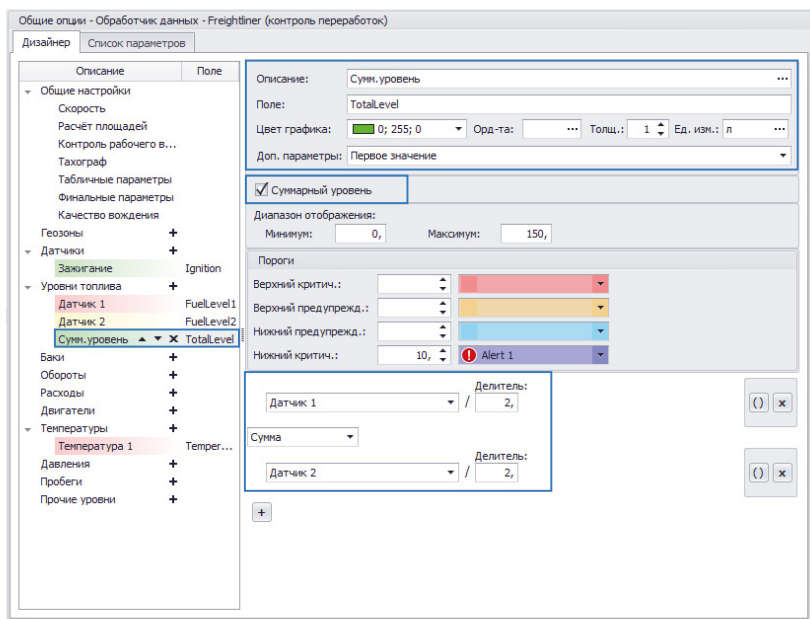

Рис.76. Настройка суммарного уровня.
Итоговый уровень топлива в баке будет являться средним показаний двух датчиков – Датчика 1 и Датчика 2. Для расчета итогового уровня топлива в баке необходимо добавить новый параметр «Сумм. уровень» в группу «Уровни топлива» Дизайнера (Рис.76).
- Датчики 1 и 2 хранят обработанные значения – без ложных показаний и бросков, а также пересчитанные в нужные единицы измерения по тарифовочным таблицам. Поэтому настройка фильтров и тарифовочной таблицы для итогового суммарного параметра не требуется. Для того, чтобы суммарный параметр корректно обрабатывался, нужно включить настройку «Суммарный уровень» в настройках этого параметра (Рис.76).
- Для вычисления среднего показаний двух ранее настроенных датчиков необходимо составить выражение, как показано на Рис.76. В этом выражении Датчик 1 и Датчик 2 – это параметры, которые были ранее добавлены в группу «Уровни топлива» и в которых хранятся показания LLS3 и LLS4.